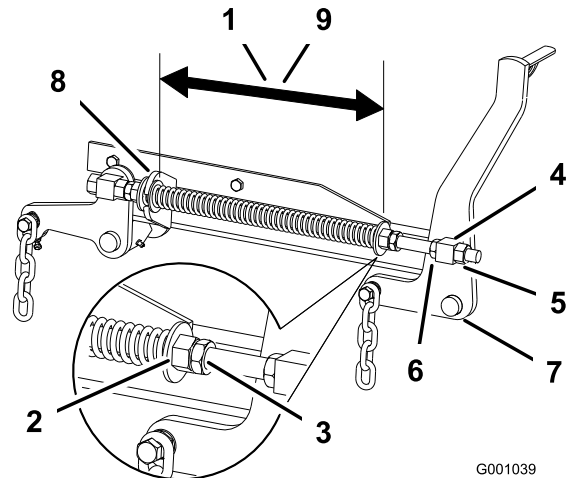

Figura 83
2. Controllate la distanza tra le 2 rondelle grandi, che deve risultare di 28,2 cm per la scocca dei tosaerba da 132 cm e di 26,7 cm per la scocca dei tosaerba da 152 cm (Figura 83).
3. Regolate questa distanza allentando il controdato per molla e girando il dado davanti ad ogni molla (Figura 83). Girate il dado in senso orario per accorciare la molla o in senso antiorario per allungarla.
4. Bloccate il dado serrando il controdato della molla (Figura 83).